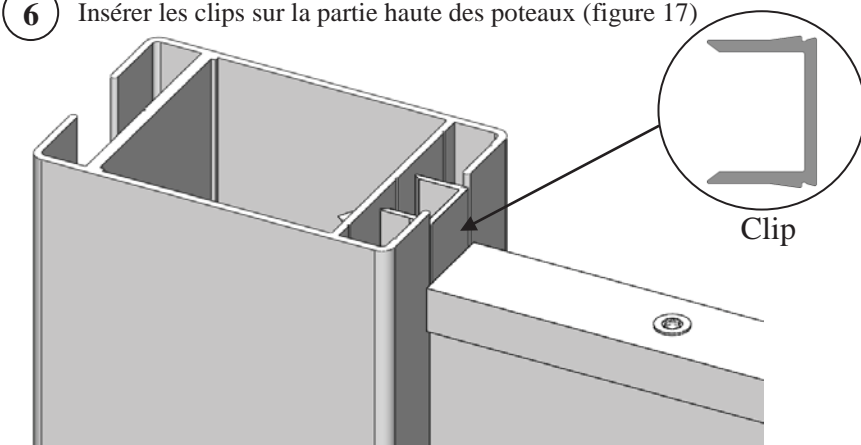

Figure 17
- 6 Insérer les clips sur la partie haute des poteaux (figure 17)